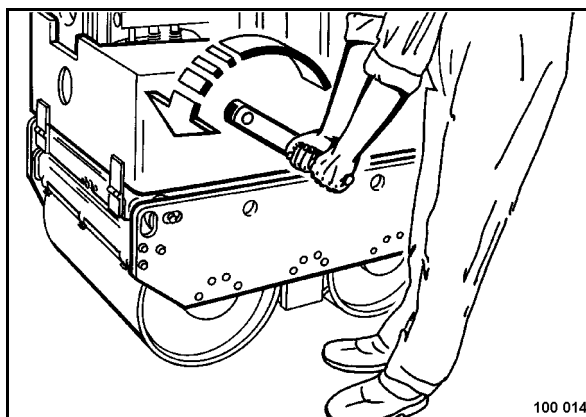

Рис. 30
- Вставить пусковую рукоятку стартера (Рис. 30).